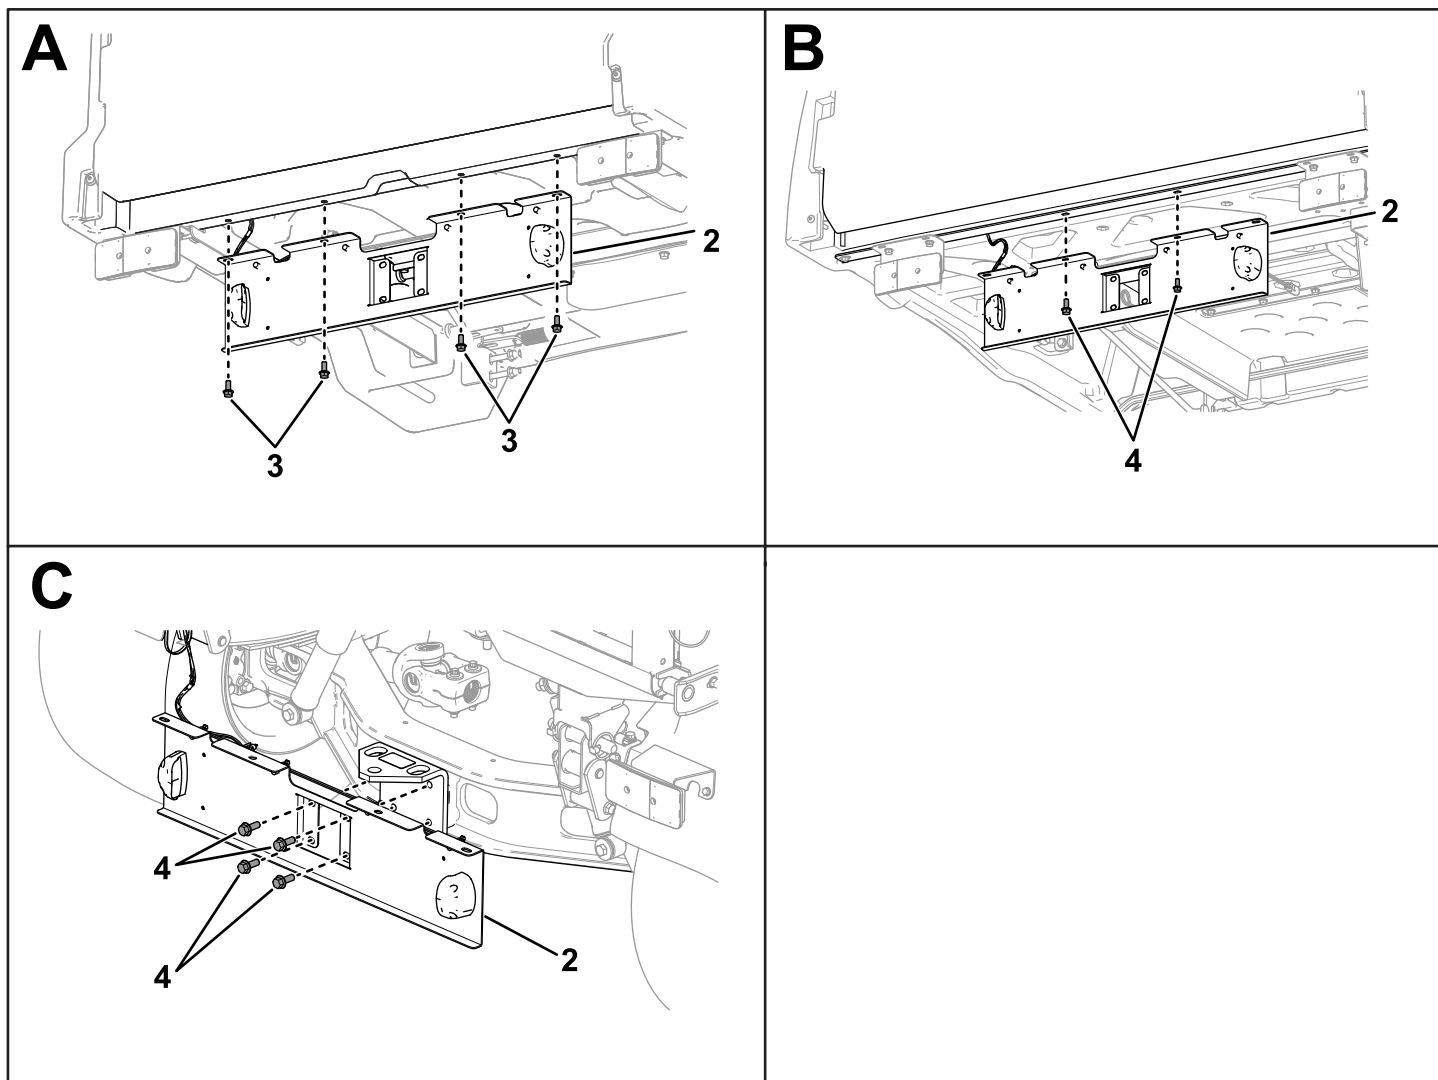

図 2
- **ワークマン GTX:** 六角フランジヘッドボルト5/16 x 3/4"4本を使用して、荷台の下側に取り付ける図 2のA。
- **ワークマン MDX:** 荷台の下側についている既存のフランジヘッドボルト2本を外し、これらを使用して取り付ける図 2のB。
- **ワークマン HDX:** ヒッチプレートについている既存のフランジヘッドボルト4本を外し、これらを使用して取り付ける図 2のC。